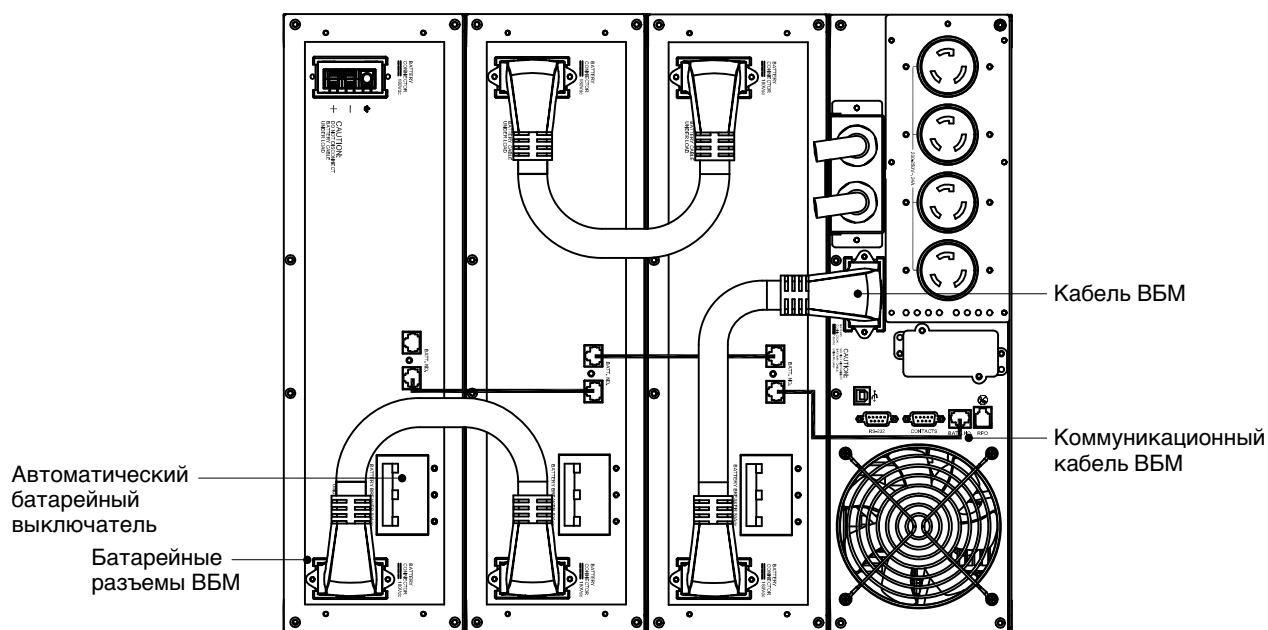

Рисунок 17. Установка ИБП с тремя ВБМ
3. Подключите кабель ВБМ к разъему батареи. Подключите коммуникационный кабель ВБМ к порту RJ-11. См. Рисунок 17.